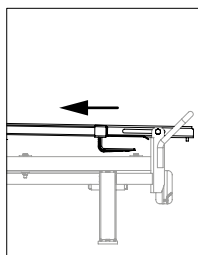

Fig. A7.07a
1. Extraire le garde-corps (62.1) horizontalement. (Fig. A7.07a)